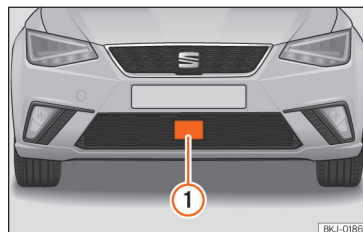

Abb. 235 Am vorderen Stoßfänger: Radarsensor.
Bei angehaltenem Fahrzeug den Motor ausschalten und wieder starten. Führen Sie eine Sichtprüfung des Radarsensors durch » Abb. 235. Wenn sie weiterhin nicht verfügbar ist, suchen Sie bitte eine Fachwerkstatt auf, damit diese das System überprüft.
Im vorderen Stoßfänger ist ein Radarsensor eingebaut » Abb. 235 ①.
- Diese Anzeige zeigt an, ob die Sicht des Radarsensors aufgrund von starkem Nebels oder Schmutz beeinträchtigt ist. Reinigen Sie den Sensor »» Abb. 235.